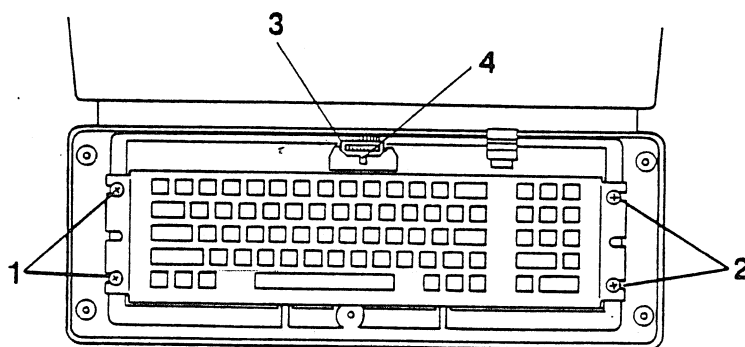

FIGURE 9
6. Retirer les deux vis de retenue situées à l'extrémité gauche du clavier. (Voir la figure 9, No 1).
7. Desserrer mais ne pas retirer les deux vis de retenue situées à droite. (Voir la figure 9, No 2).
9. Déconnecter le câble du clavier (Voir la figure 9, No 3) à l'aide d'un tournevis en poussant sur la languette ou sur les côtés du connecteur de câble (Voir la figure 9, No 4).